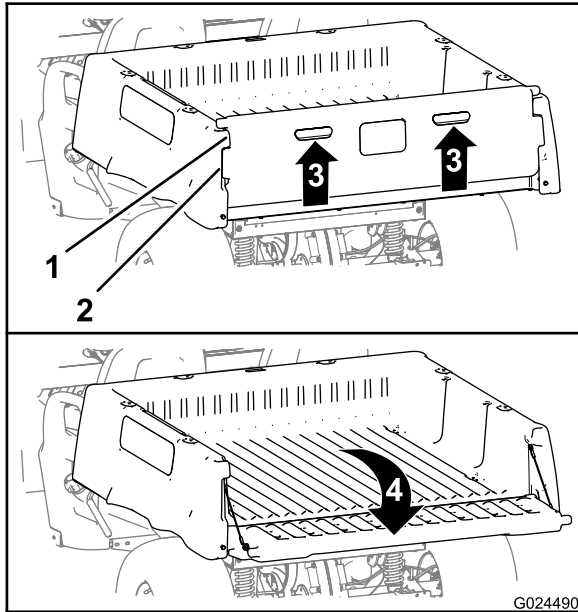

Figura 15
2. Eleve nos locais indicados no painel traseiro da porta traseira (Figura 15).
3. Alinhe as flanges de bloqueio da porta traseira com as aberturas entre as flanges da porta traseira da plataforma de carga (Figura 15).
4. Rode a porta traseira para trás e para baixo (Figura 15).
6. Rode a porta traseira para cima e para a frente até as flanges de bloqueio estarem justas ao espaço da porta na plataforma de carga (Figura 15).
7. Desça a porta traseira até ficar assente na parte de trás da plataforma de carga (Figura 15).